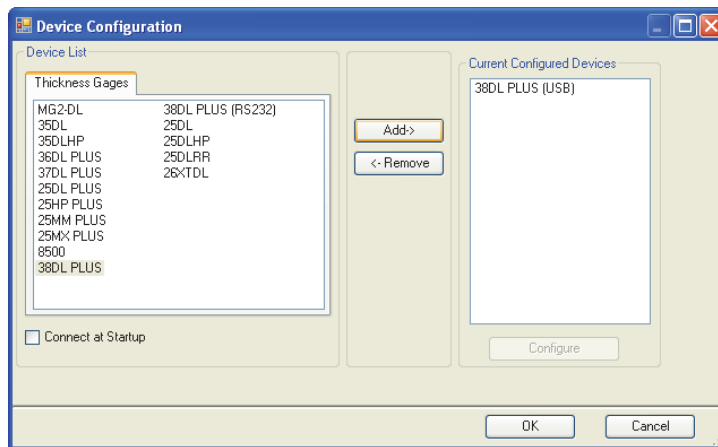

図 14-7 機器構成ダイアログボックス
- b) Device Configuration (機器構成) ダイアログボックスで、以下の操作を行います (269 ページの図 14-7 参照)。
- (1) Device List (機器リスト) で、38DL PLUS を選択してから Add (追加) をクリックします。